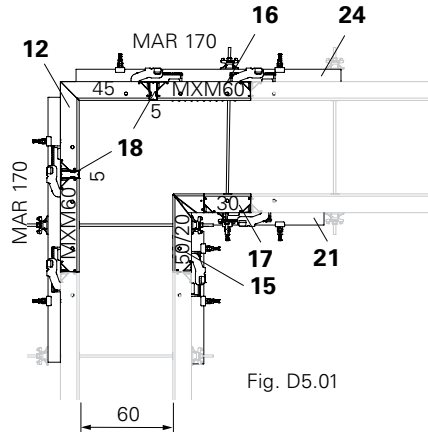

Fig. D5.01
- Elem. angolo ester. MXA...45 (12)
- Elem. angolo inter. MXI...50/20 (15)
- Elemento-telaio jolly MXM...60 (16)
- Elemento-telaio MX...30 (17)
- Montante compen. WDA 5 (18)
- Allineatore MAR 170 con tiranti DW 15 (24)
- Allineatore MAR 85 (21)
- (Fig. D5.01, D5.01a + D5.01b)